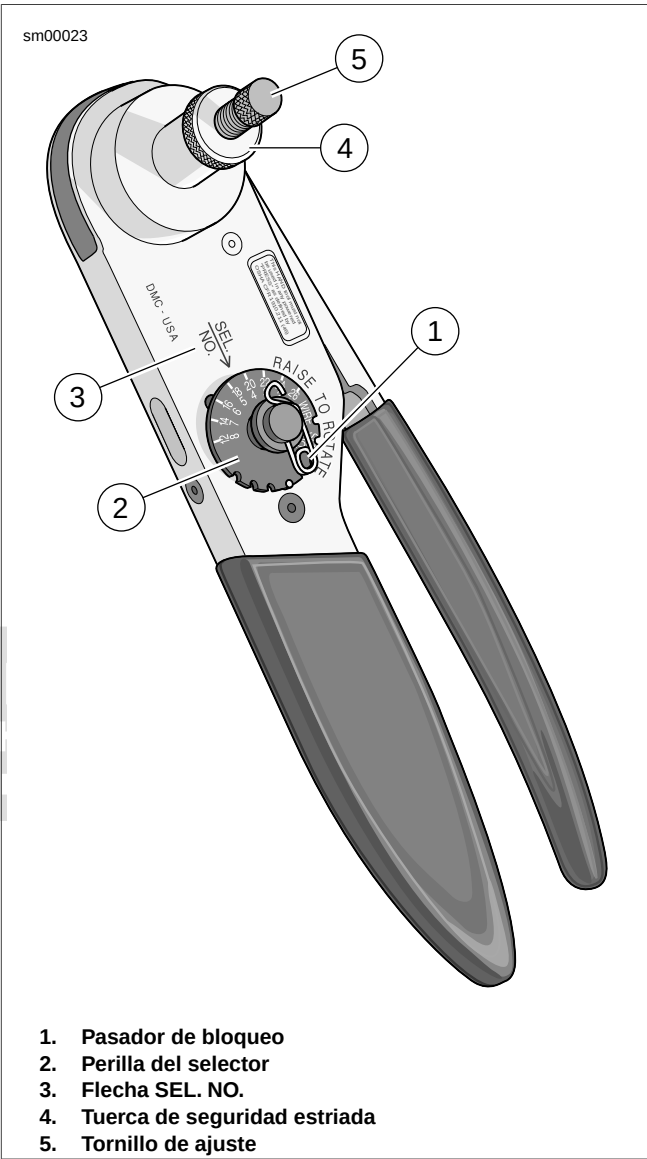

Figura A-19. Herramienta para engarces eléctricos (HD-42879)
1. Vea Figura A-19. Apriete los mangos de la HERRAMIENTA PARA ENGARCES ELÉCTRICOS (pieza N° HD-42879) para que abra la herramienta para engarzar.
2. Quite el pasador de bloqueo (1) de la perilla del selector (2).
3. Levante la perilla del selector y gire hasta que el tamaño de cable seleccionado estampado sobre la rueda quede alineado con la flecha “SEL. NO.” (3).
4. Afloje la tuerca de seguridad estriada (4) y gire el tornillo de ajuste (5) hacia la derecha (adentro) hasta que se detenga.